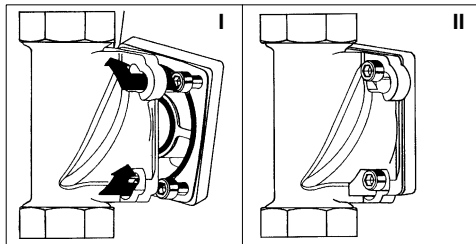

Fig. 2: Bride rotative de montage à baïonnette
**Il faut que la bride rotative de montage soit installée dans le sens d'écoulement. Celui-ci est indiqué par une flèche moulée dans le matériau (cf. fig. 2).**